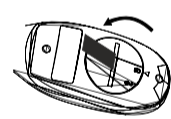

Рисунок 3.
2. При помощи тонкого предмета, например, монеты, поворотом против часовой стрелки откройте крышку термометра (см. рис.3).